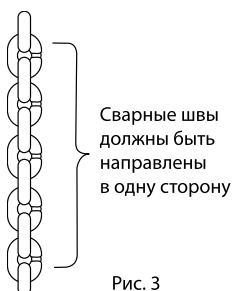

Рис. 3
2. Проверьте, чтобы цепь у нижнего крюка не перекручивалась. Все сварные швы должны быть направлены в одну сторону (рис. 3).